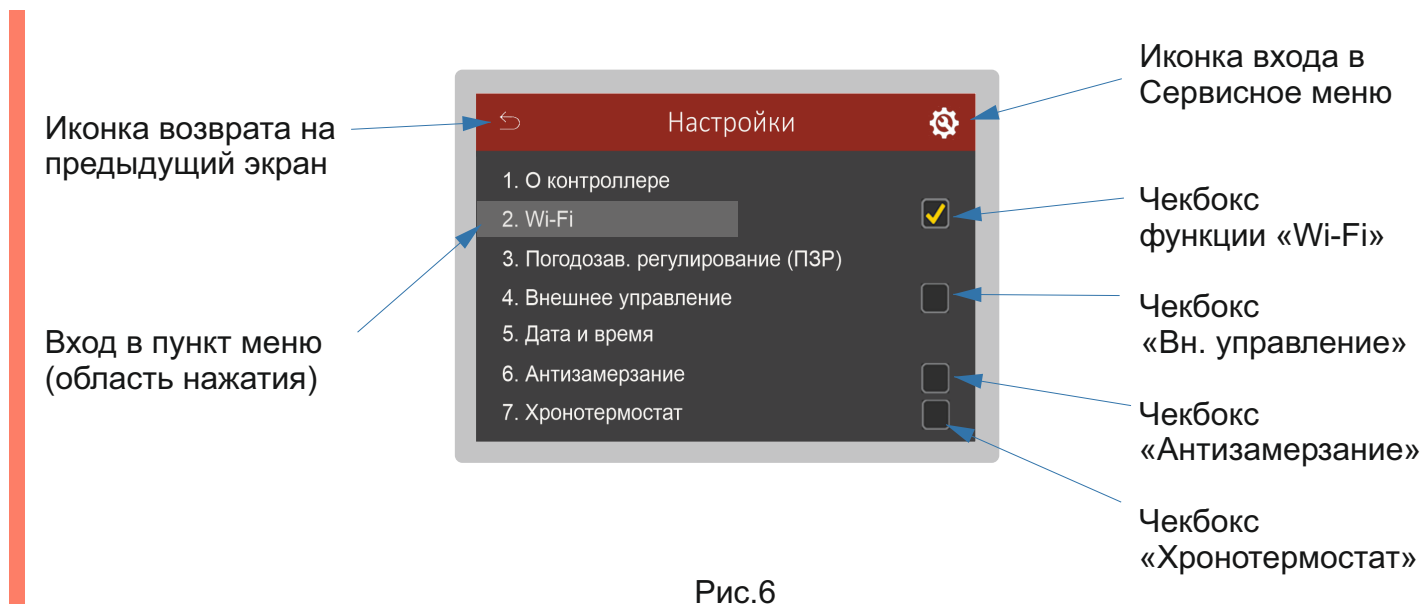

Рис.6
Меню **"Настройки"** содержит 7 пунктов, для входа пункт меню необходимо осуществлять их касание, кроме того имеются 4 выключателя функций, а также иконка для входа в "Сервисное меню" см. рис.6.
6.4.3 Для активации функции необходимо включить чекбокс «Внешнее управление» в меню «Настройки» см.рис.6. Время активации 10сек.
Вход в меню «Сервисные настройки» осуществляется через меню «Настройки» кликом на иконку  см.рис. 6.